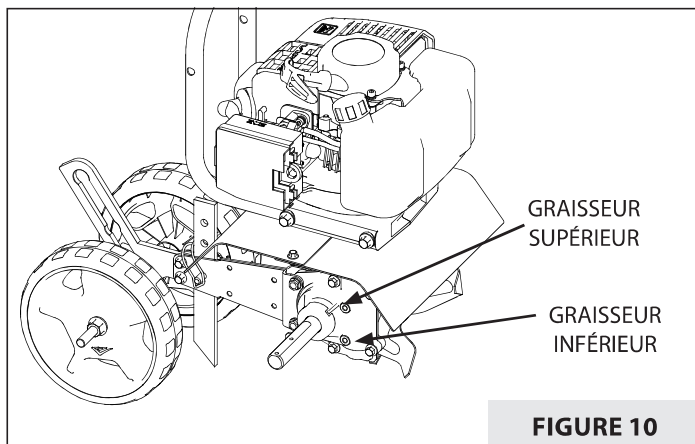

FIGURE 10
1. Le carter de boîte de vitesses est rempli de graisse à l'usine. Il est conseillé de vérifier le niveau de graisse une fois par an. Ajouter de la graisse de type molythium par le graisseur inférieur uniquement si le niveau de graisse est inférieur au graisseur supérieur. **NE PAS TROP REMPLIR. VOIR FIGURE 10.**